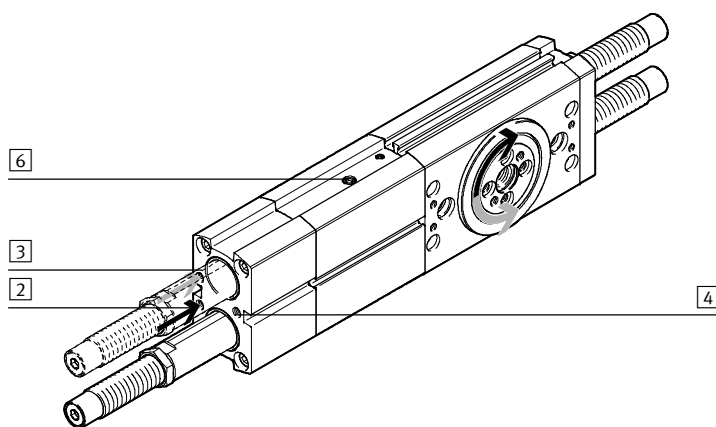

Fig. 2
- Подсоедините шланги к пневматическим каналам питания (→ Fig. 2):